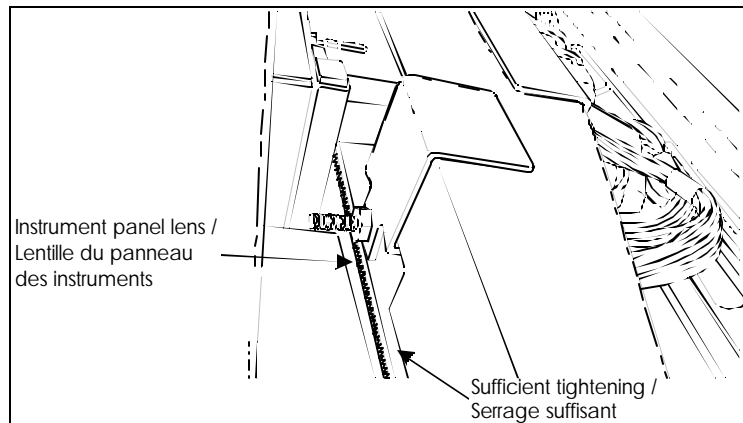

FIGURE 4 : POSITION ADÉQUATE DU PANNEAU DES INSTRUMENTS
Remarque : Les butées supportant le panneau des instrument peuvent être rabaissée de 1mm à 2mm maximum si lors de serrage, la lentille du panneau ne dégage pas le logement (figure 4).
4. Ramener le haut du panneau des instruments, insérer les vis (Prévost #502504) et serrer les écrous (Prévost #500700) jusqu'à ce que le boîtier du panneau des instruments soit appuyé sur le logement (figure 4).